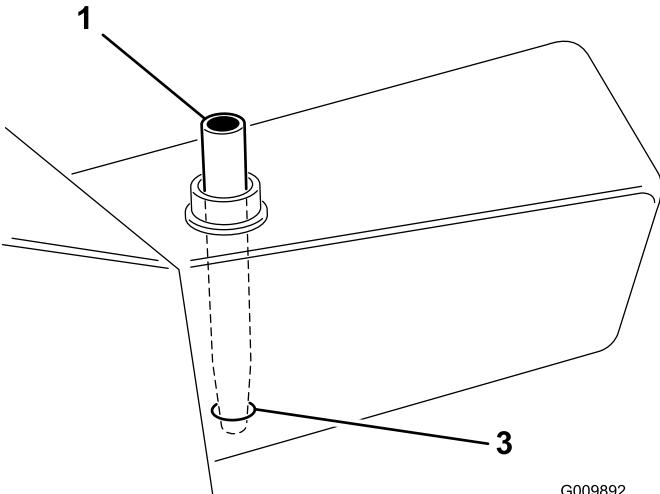

Figure 60
2. Si seul le filtre à besoin d'être changé, enlevez le bouchon du réservoir et insérez l'obturateur du réservoir (Figure 60) pour boucher l'ouverture. Cela maintiendra la plus grande partie du liquide dans le réservoir lorsque le filtre sera déposé.